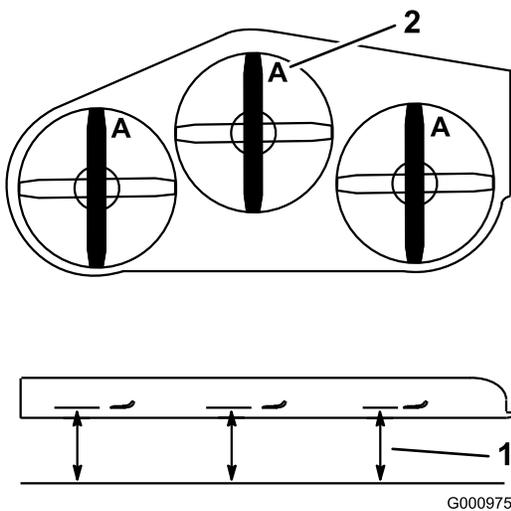
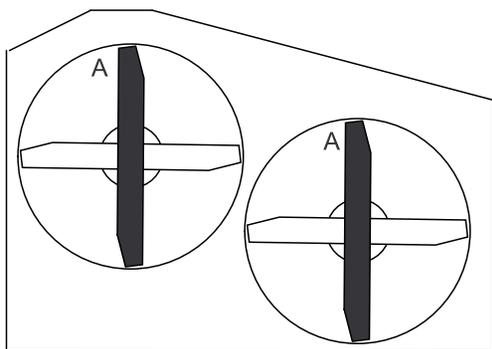

Figura 63
Figura 64
3. Gire las cuchillas hasta que los extremos estén orientados hacia adelante y hacia atrás. Mida desde una superficie nivelada hasta el filo de corte, posición **A**, de las cuchillas (Figura 63). Anote esta dimensión. Para las plataformas de cortacésped de 36 pulgadas, consulte la Figura 64.